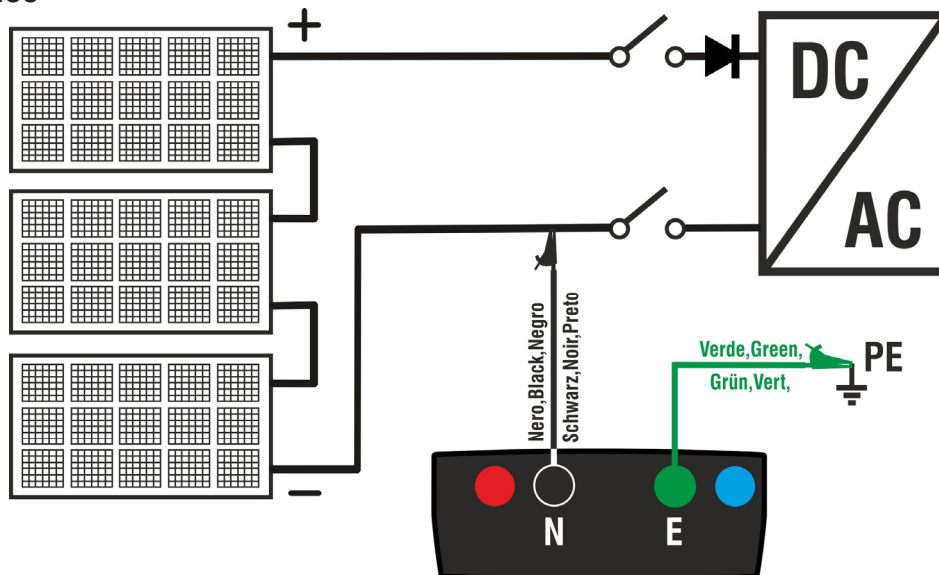

Fig. 7: Conexión instrumento para medida de aislamiento en modo TMR
8. Conecte el instrumento al string FV en prueba como se muestra en Fig. 7. La prueba también se puede realizar en varias strings en paralelo entre sí. Recuerde que los descargadores conectados a los cables del string / strings también deben estar desconectados y que es recomendable realizar la medición aguas arriba de los diodos de bloqueo